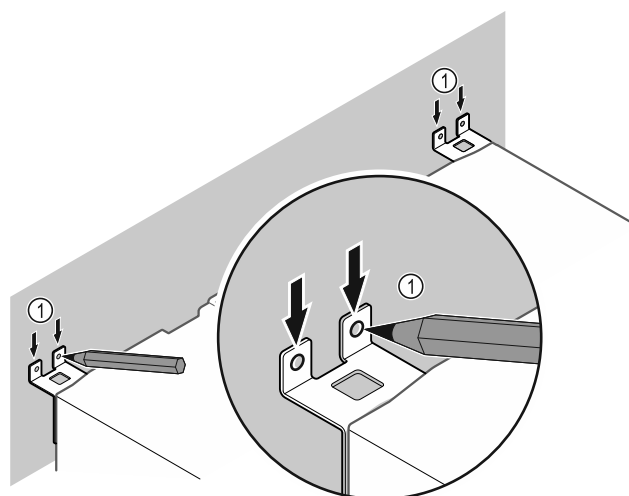

Fig. 11
- Udělejte na stěnu značky Fig. 11 (1).